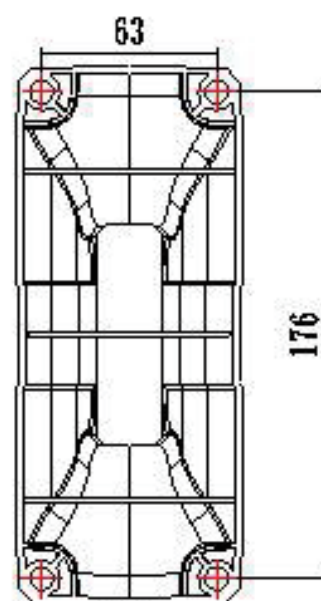

Fig.2
3. Utilisez le support de montage comme gabarit pour marquer la position des vis et percez quatre trous dans le mur (Fig.2).